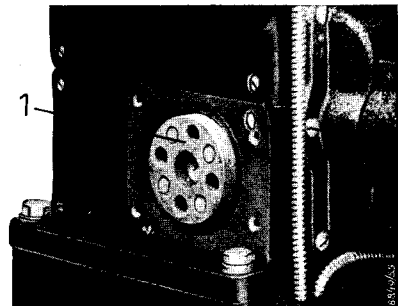

Abb. 19 Elastische Kupplung für Flanchantrieb
Bei dem direkten Antrieb des Werks durch einen Flanschmotor ist an der Rückseite des Werks ein besonderer Flansch zum Anschrauben des Motors vorgesehen (Abb. 19). Die beiden Kupplungshälften am Motor und am Werk greifen mit vorstehenden Bolzen in eine Gummischeibe (1) ein. Die Uebertragung des Antriebs durch diese elastische Scheibe vermeidet namentlich beim Anlauf eine harte Beanspruchung des Getriebes.